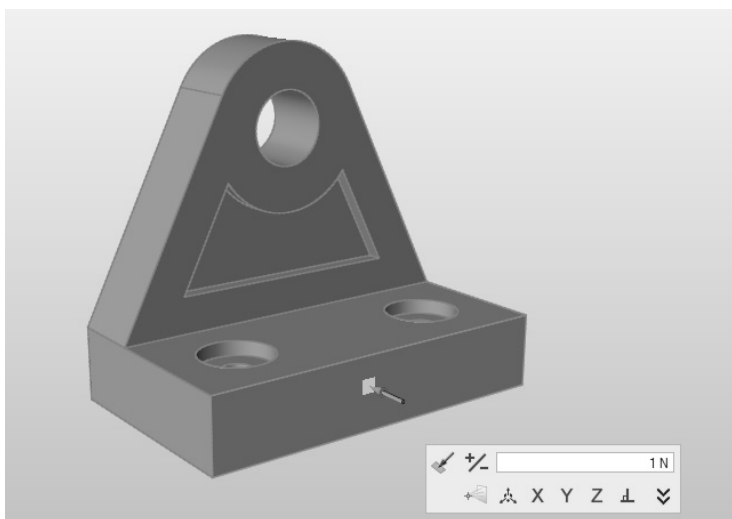

图 2-16
- 4) 将鼠标光标移动到该托架的正前方，单击鼠标左键施加一个分布力，如图 2-16 所示。